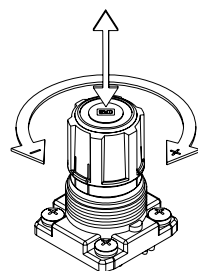

Fig.4 Molette du régulateur
- a) Pour augmenter la pression de réglage, déverrouillez légèrement la molette en le tirant vers le haut, puis, en le faisant pivoter dans le sens (+) de la flèche (voir Fig.4).
- d) Pour diminuer la pression de réglage, après l'avoir réglée, déverrouillez la molette puis faites tourner la molette dans le sens (-) de la flèche. (voir Fig.4). L'air résiduel sera éliminé de la zone de la molette de réglage, grâce à la construction d'échappement du régulateur.